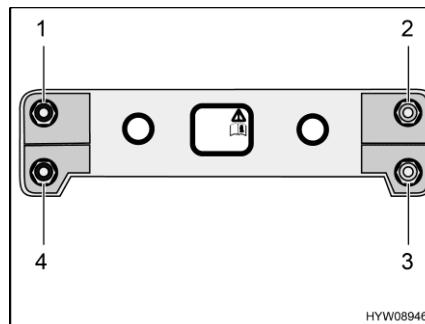

Fig. 18 Valvole di riempimento di emergenza
Nel vano motore sono installate quattro valvole di riempimento di emergenza (Fig. 18, 1 a 4) su una lamiera di sostegno. Queste valvole sono collocate in modo che in base alla loro posizione (nel senso di marcia) possano essere associate alle molle pneumatiche. Inoltre sono contrassegnate.
- Riempire uniformemente di aria compressa le valvole di riempimento di emergenza (Fig. 18, 1 a 4), fino al raggiungimento del livello di marcia normale del veicolo.